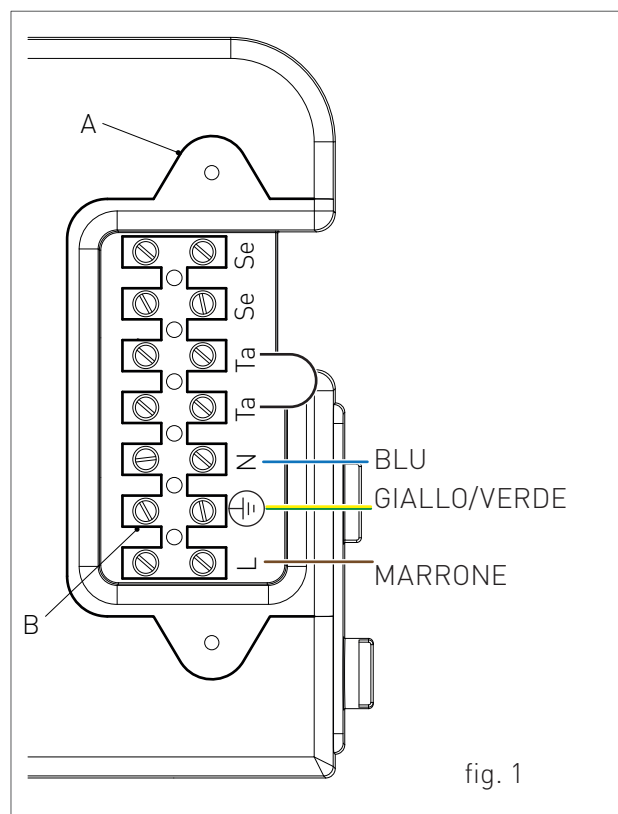

fig. 1
- › svitare le due viti e rimuovere il piastrino "A" (vedi fig. 1).
- › Una volta rimosso il piastrino effettuare i seguenti collegamenti sulla morsettiera "B" (vedi fig. 1):